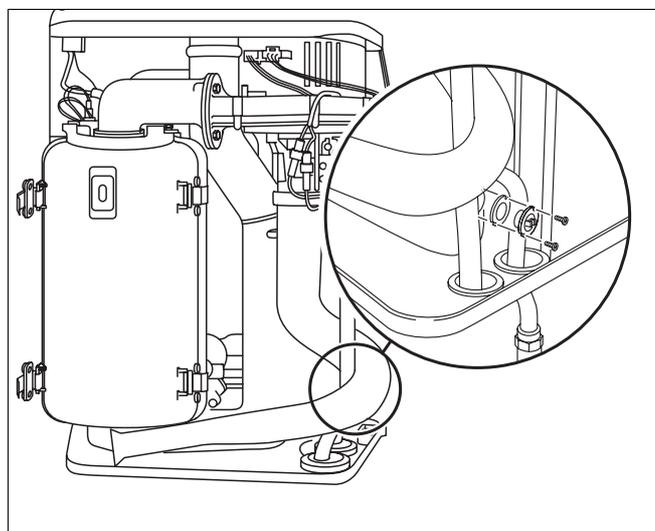

Fig. 50 Logamax plus GB122-11/19/24/24K:
- Estrarre il sensore gas combustibili e inserirne uno nuovo (fig. 50).